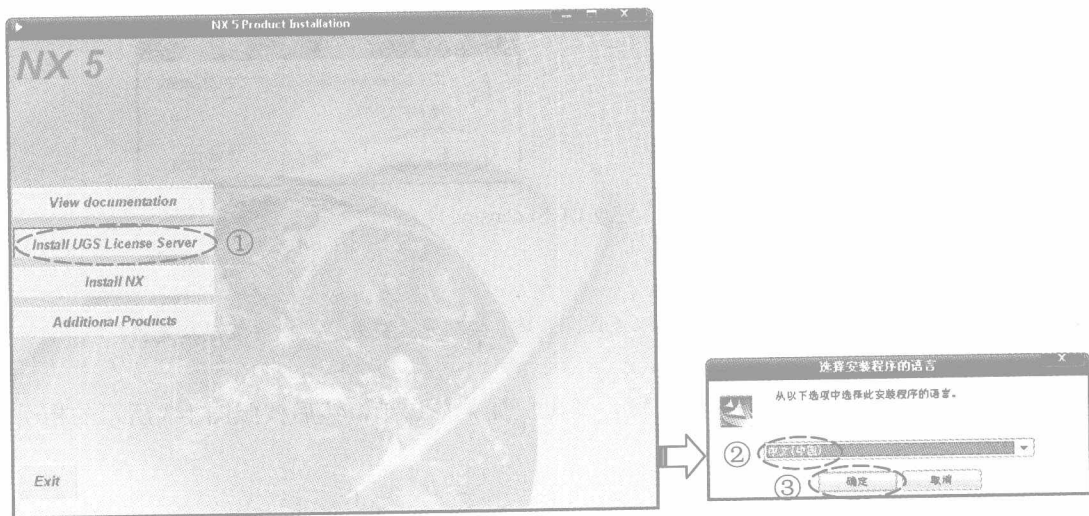

图 1-5 选择安装选项
(7) 单击『打开(O)』按钮后弹出『NX5 Product Installation』对话框，然后以图 1-5 所示的指引进行操作。